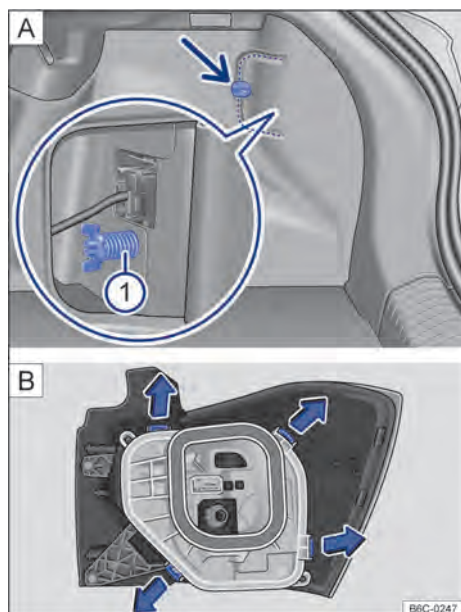

Fig. 138
3. Para abrir la cubierta de la lámpara, girar el bloqueo → fig. 138 Ⓐ (flecha).
9. Para desbloquear el soporte de las lámparas, presionar cada uñeta de trinquete → fig. 138 Ⓑ en el sentido de las flechas.
15. Instalar el soporte de las lámparas en la linterna trasera. Las uñeta de trinquete → fig. 138 deben encajar de forma audible.
18. Sostener el grupo óptico trasero en la ubicación de montaje con una de las manos y atornillar con la otra el tornillo mariposa → fig. 138 ①.